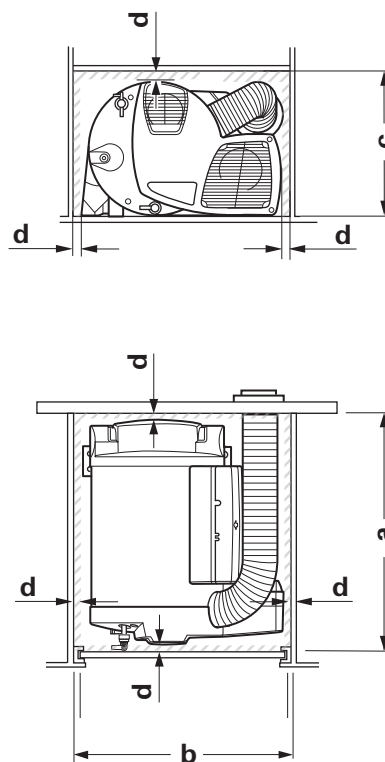

Fig. 8
- La distance entre l'appareil et les parties de mobilier ou de véhicule environnantes doit être d'au moins 10 mm sur tous les côtés (d'au moins 5 mm sur le côté du raccordement d'eau) (Fig. 8).